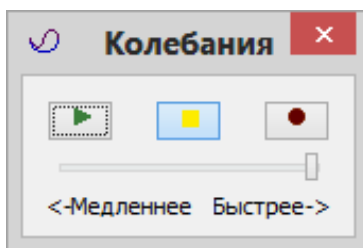

Рис.3.32. Диалоговое окно **Колебания**
- В диалоговом окне **Колебания** (рис.3.32) щелкните по кнопке  – **Воспроизвести анимацию**.